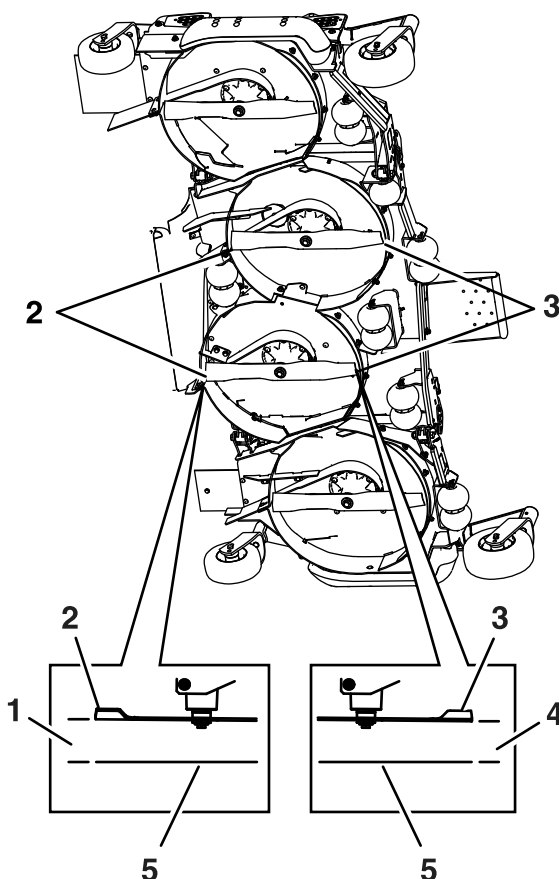

Figura 81
10. Mida desde la superficie nivelada hasta la punta delantera de las cuchillas derecha e izquierda de la carcasa central (Figura 81).